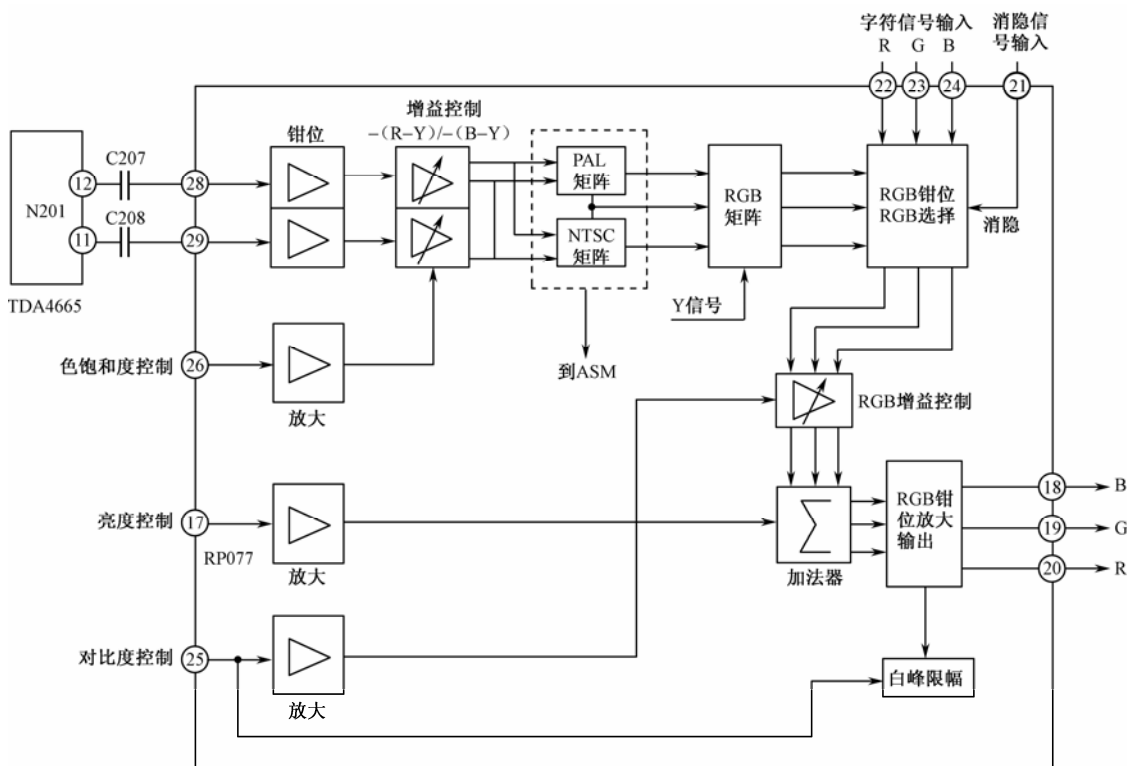

图 3-8 RGB 输入/输出控制电路
解码矩阵及三基色输出电路如图 3-8 所示。从 TDA4665⑪脚输出的红色差信号（R-Y）和⑫脚输出的蓝色差信号（B-Y）分别经 C208、C207 加至 TDA8362 的⑲脚、⑲脚，再经内部钳位后送到增益控制放大器，通过控制放大倍数来控制色饱和度。TDA8362 的⑳脚为色